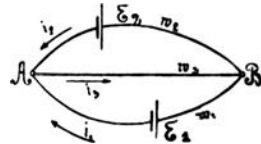

Fig. 24.
96. Zwei Elemente, deren elektromotorische Kräfte E_1 und E_2 sind, werden, wie es die Fig. 24 zeigt, gegeneinander geschaltet. Der Widerstand von $A E_1 B$ sei w_1 , der von $A E_2 B$ sei w_2 und der von $AB = w_3$. Wie groß sind die Ströme i_1, i_2, i_3 ?
Zu b): Beim Brennen der Lampen gilt die durch Fig. 24 dargestellte Stromverzweigung, und in die Gleichungen IV, V und VI hat man einzusetzen $E_1 = 6$ V, $w_1 = 0,1 \Omega$, $E_2 = 8$ V, $w_2 = 72 \Omega$, $w_3 = 4 \Omega$, und man erhält